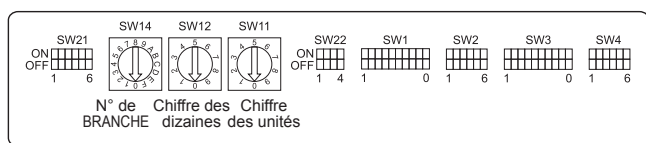

Fig. 4-9
- ③ Télécommande sans fil (en cas d'installation d'un récepteur de signal sans fil)
4.5. Définition des adresses (Fig. 4-9)